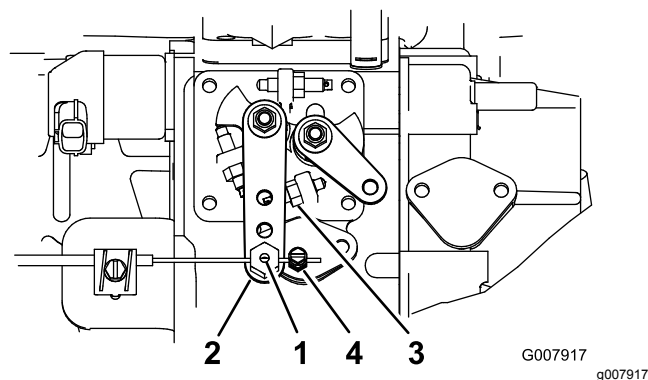

Figure 52
2. Desserrez la fixation du câble d'accélérateur sur le bras du levier de la pompe d'injection (Figure 52).
3. Maintenez le bras de levier de la pompe d'injection en appui contre la butée de régime de ralenti accéléré (Figure 52).